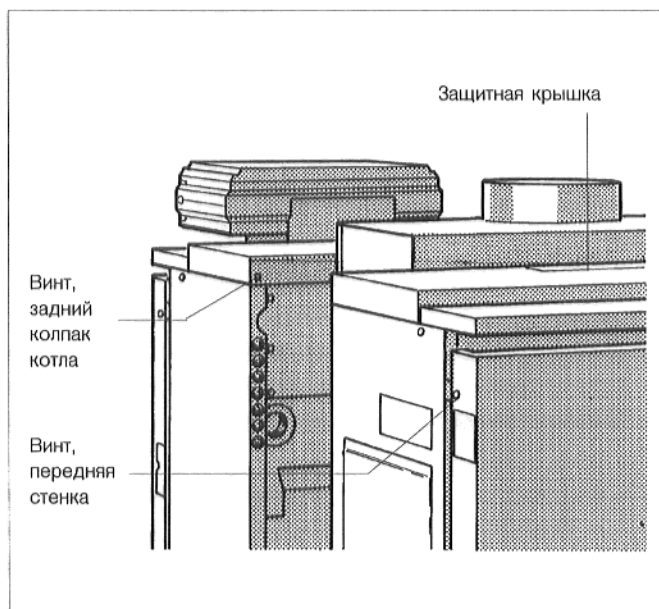

Рис.: 19. Монтаж заднего колпака котла
- Надеть защитную крышку (упакована вместе со сборным каналом) на задний колпак котла и закрепить, загнув металлические полоски. (рис. 19).
- Надеть задний колпак котла и закрепить сзади двумя крепежными винтами (рис. 19).
- Закрутить крепежные болты в передней стенке котла (рис. 19).